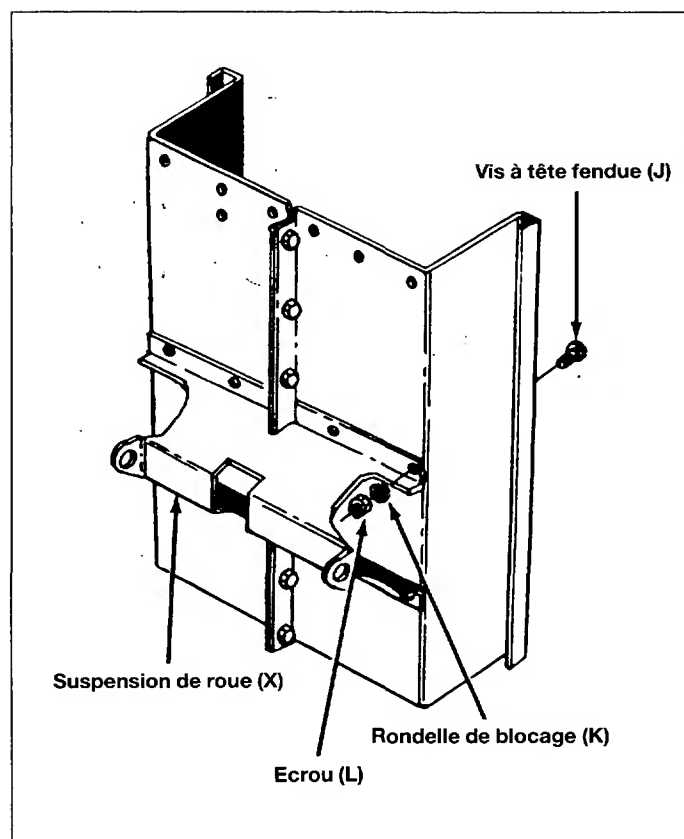

Fig. 4
5. Mettez la suspension de roue (X) en place au fond de la remorque. Voir la figure 4.
6. Montez la suspension de roue sur la remorque à l'aide de huit vis à tête fendue (J), rondelles de blocage (K) et écrous (L). Voir la figure 4. Les vis sont montées de l'intérieur de la remorque et doivent être serrées.